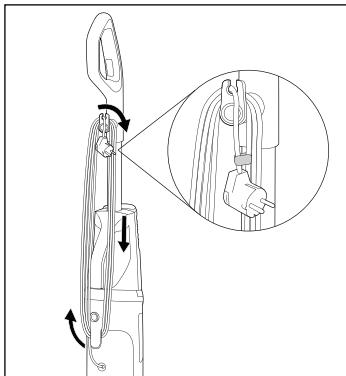

Fig. 3
- ♦ Enrolle el cable de red ⑯ completamente en el enganche superior e inferior del enrollacables ⑯/⑳ (consulte la fig. 3).